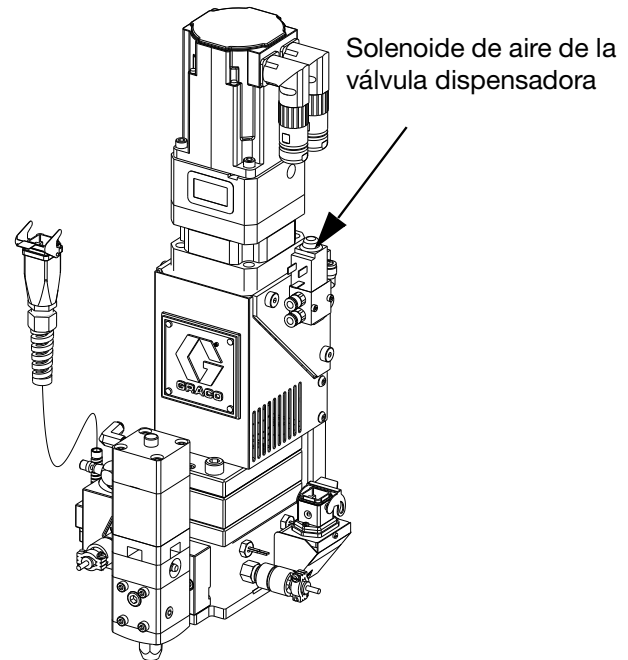

FIG. 23: Solenoide de aire de la válvula dispensadora
1. Para las válvulas dispensadoras de montaje directo, sustituya la junta tórica (409) si es necesario.
3. Instale los cuatro pernos de montaje (408) con un par de apriete de 50-60 in-lb (5,6-6,7 N•m).
6. Mueva el solenoide manualmente, consulte la FIG. 23. Compruebe que la válvula dispensadora esté abierta cuando el solenoide no tenga presión.